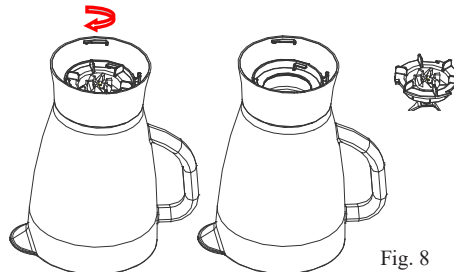

Fig. 8
4. Desmunte todas las piezas removibles. Retire la jarra de la unidad del motor para quitar el montaje de cuchillas girándola en sentido horario desde abajo de la base (consulte la Fig. 8). Además, retire el anillo de sellado 1 de la tapa de la jarra.